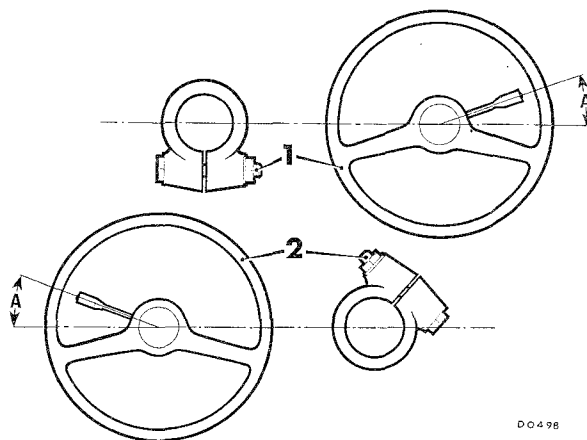

Fig.J2.- Position du boulon de serrage et de la manette de l'indicateur de direction, A = 20°
me indiqué fig.J2, et serrer au couple des SPECIFICATIONS.
27. S'assurer que la colonne extérieure et la manette de l'indicateur de direction sont situées de la façon représentée fig.J2, c'est à dire que le doigt de l'indicateur doit se trouver exactement entre les deux systèmes d'annulation du commutateur.